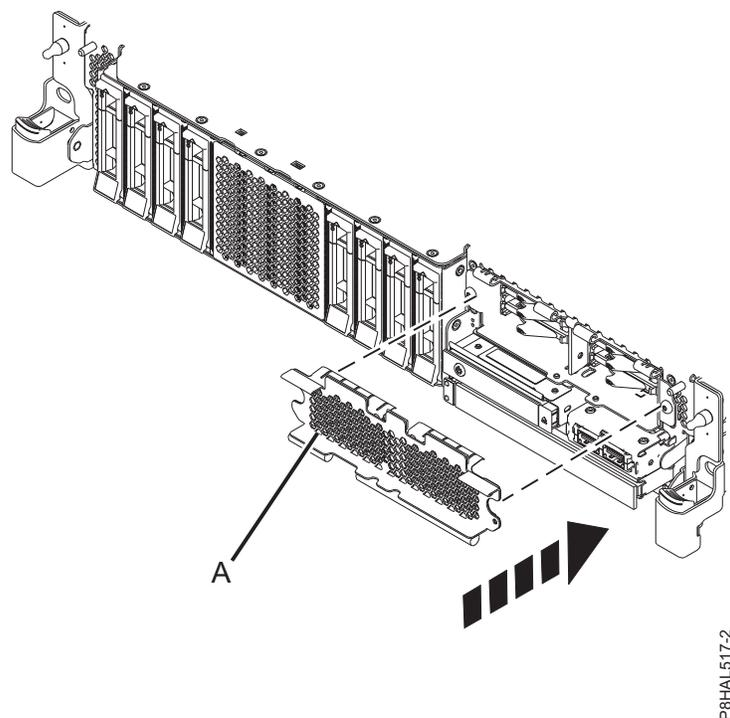

Figura 81. Cobrir a estrutura de SSD num sistema função expandida
9. Caso seja aplicável, cubra a estrutura de SSD com a placa perfurada **(A)** conforme demonstrado em Figura 81 na página 89.